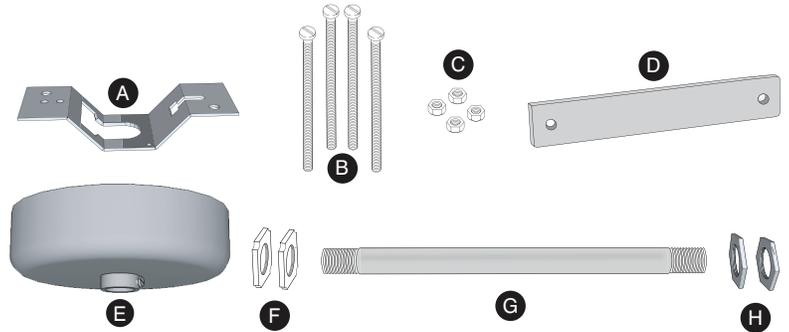
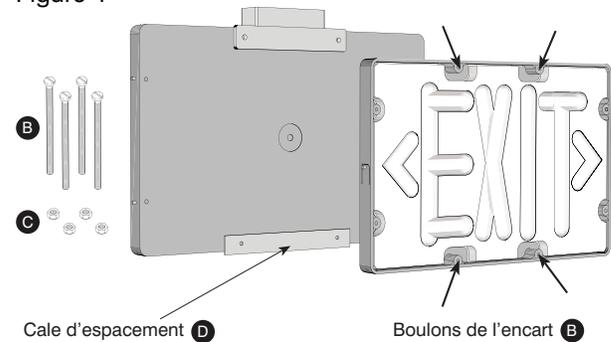

Figure 1
Figure 2
L'enseigne est munie de huit (8) trous pour montage en surface ; sélectionner les deux (2) meilleurs pour votre application (Figure 2), puis utiliser la quincaillerie fournie et fixer à la surface de montage. Positionner la légende, puis replacer la fenêtre et le cadre, superposés comme à la Figure 1.